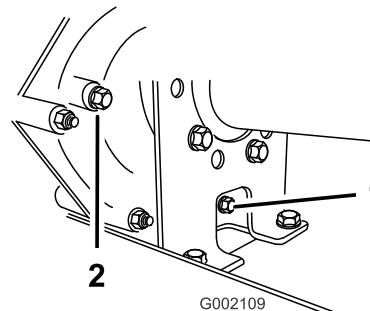

図 56
2. 補給口およびドレン口の周囲をウェスできれいにふき取る 図 56。
4. 補給プラグを左に回して抜きとる 図 56。
5. ドレンプラグを左に回して抜きとる 図 56。
6. ガスケットとドレンプラグを元通りに取り付ける 図 56。
7. 補給口から、オイル溜め 図 57 に、所定のトランスミッションオイル約 1.4 リットルを入れる。これで補給口のねじ山の下位置までオイルが入る 図 56。
8. ガasketと補給プラグを元通りに取り付け 図 56。
10. オイルの量を点検し、ねじ山の下位置よりも下がっている場合には適宜追加する 図 56。